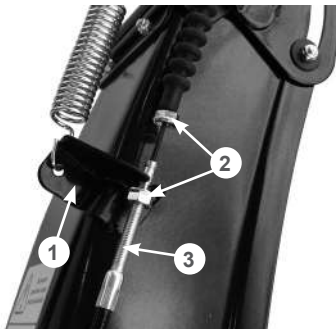

Рис. 22 Установка оболочки троса управления дефлектором жёлоба
- скрутите крайнюю гайку 2 с регулировочной муфты 3 троса и позвольте ей свободно болтаться на тросе (Рис. 22);
— одной рукой максимально наклоните дефлектор жёлоба вперёд, а второй рукой проденьте трос через прорезь в кронштейне 1, после чего вставьте регулировочную муфту троса в отверстие в кронштейне 1 (Рис. 22). Гайки крепления оболочки троса после этого должны оказаться по разные стороны кронштейна, как показано на Рис. 22. Закрутите гайки, не затягивая их;